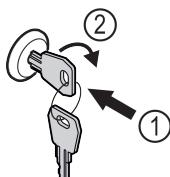

Fig. 178
- 按入钥匙。Fig. 178 (1)
- 将钥匙顺时针转动 90°。Fig. 178 (2)